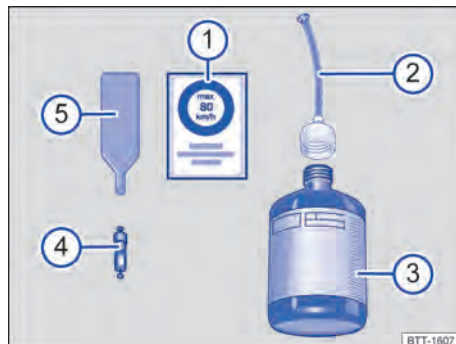

Abb. 227 Bestandteile des Pannensets (Prinzipdarstellung).
- ① Aufkleber mit der Geschwindigkeitsangabe „max. 80 km/h“ oder „max. 50 mph“.
- ② Einfüllschlauch mit Verschlussstopfen.
- ③ Reifenfüllflasche.
- ④ Ersatz-Ventileinsatz.
- ⑤ Ventileinsatzdreher.
i Der Ventileinsatzdreher → Abb. 227 ⑤ hat am unteren Ende einen Schlitz, in den der Ventileinsatz passt. Nur so kann der Ventileinsatz aus dem Reifenventil heraus- und wieder hineingedreht werden. Das gilt auch für den Ersatz-Ventileinsatz ④.
1. Aufkleber aus dem Pannenset → Abb. 227 ① im Blickfeld des Fahrers auf die Instrumententafel kleben.
3. Mit dem Ventileinsatzdreher → Abb. 227 ⑤ den Ventileinsatz aus dem Reifenventil herausdrehen und auf einen sauberen Untergrund legen.
4. Reifenfüllflasche → Abb. 227 ③ einige Male kräftig hin und her schütteln.
5. Einfüllschlauch → Abb. 227 ② fest im Uhrzeigersinn auf die Reifenfüllflasche
6. Verschlussstopfen vom Einfüllschlauch → Abb. 227 ② entfernen und das offene Ende ganz auf das Reifenventil stecken.
9. Ventileinsatz mit dem Ventileinsatzdrehher → Abb. 227 ⑤ wieder in das Reifenventil schrauben.